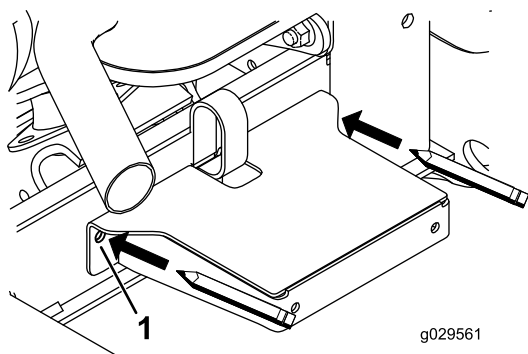

Figura 19
8. Utilize a estrutura como modelo para localizar e marcar os outros dois furos de montagem do guarda-lamas no canal da estrutura (Figura 19).